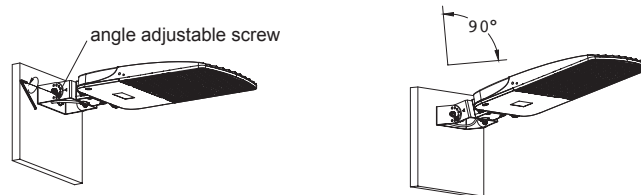

Figure 5
5. Desserrez les vis de réglage de l'angle des deux côtés du support TR. Faites pivoter le luminaire selon l'angle requis. Serrez les 2 vis pour fixer l'angle. Remarque : l'angle d'ajustement se situe entre 0 et 90°. (Figure 5)